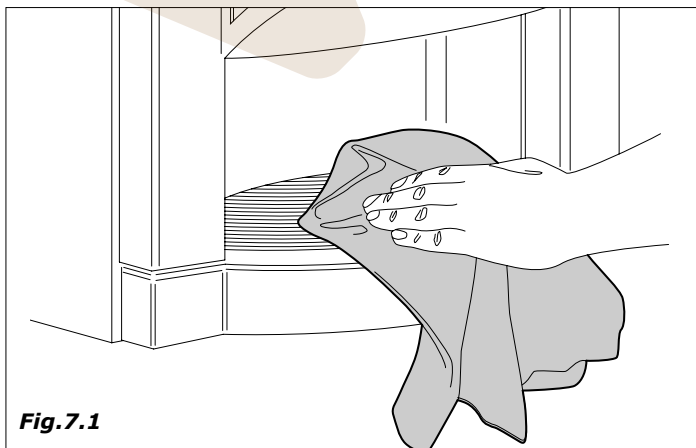
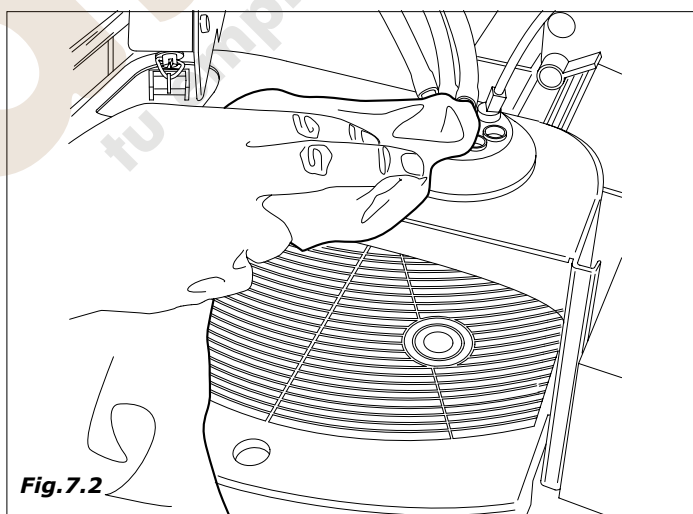

Fig.7.1
Fig.7.2
- limpiar todas las partes visibles de la zona de recepción de vasos (Fig.7.1 e Fig.7.2)